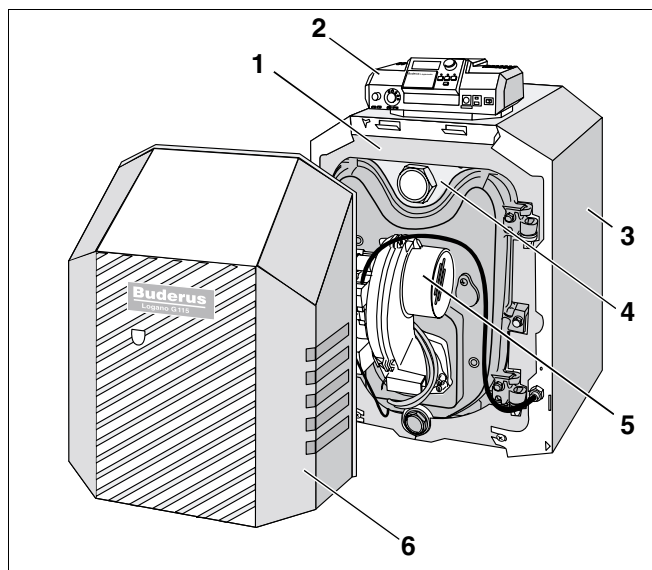
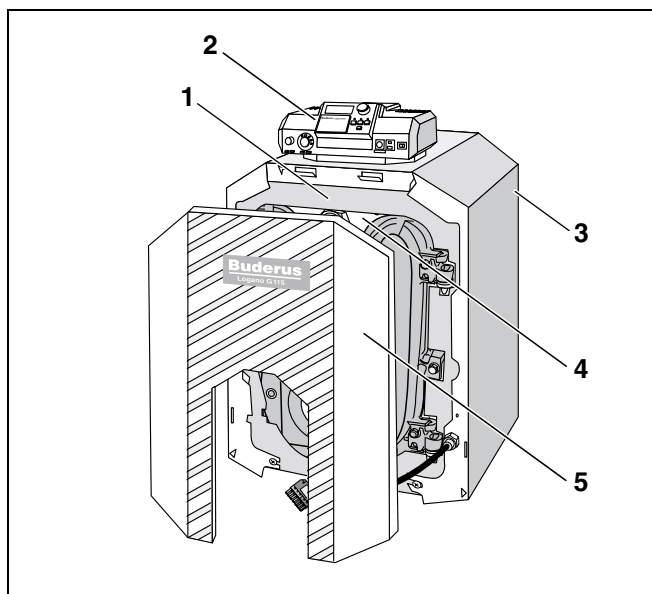

Fig. 1 Olje-/gass-spesialkjel Logano G115 med Logatop brenner
Fig. 2 Olje-/gass-spesialkjel Logano G115
Olje-/gass-spesialkjelen Logano G115 (fig. 1) er fra fabrikkens side utstyrt med en brenner Logatop (fig. 1, **pos. 5**).
Olje-/gass-spesialkjelen Logano G115 (fig. 2) skal utstyres med en passende brenner.
Hovedkomponentene til olje-/gass-spesialkjelen Logano G115 med brenneren Logatop (fig. 1) og til olje-/gass-spesialkjelen Logano G115 (fig. 2) er:
- Kjelblokk (fig. 1 og fig. 2, **pos. 4**) og brenner (fig. 1, **pos. 5**).
- Kjelmantel (fig. 1 og fig. 2, **pos. 3**), isolasjon (fig. 1 og fig. 2, **pos. 1**) og brennerens topplate (fig. 1, **pos. 6**) hhv. brennerdørens kledning (fig. 2, **pos. 5**).
- Kontrollpanel (fig. 1 og fig. 2, **pos. 2**).